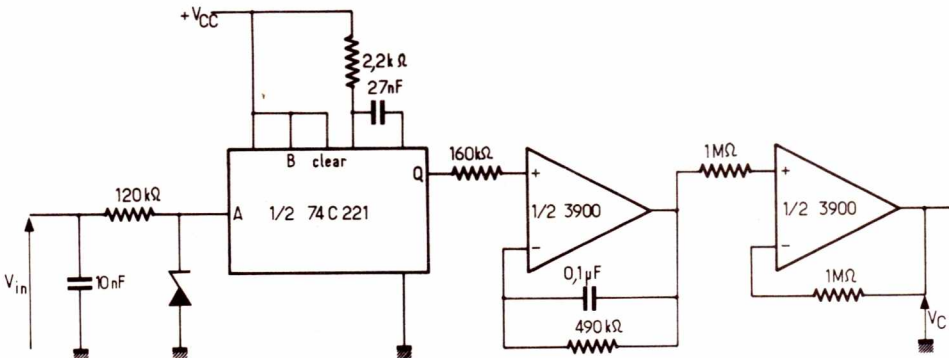

Figure 13 : Capteur de vitesse de rotation
1) CAPTEUR DE VITESSE DE ROTATION OU DE FREQUENCE (figure 13)
Ce capteur a eu comme première utilisation la mesure de la vitesse de rotation d'un moteur sur une automobile, mais il peut être utilisé pour obtenir une information sur le nombre de tours de roue, donc sur la vitesse du véhicule, monté avec un anémomètre il peut prévenir en cas de dépassement d'une certaine force du vent. Son schéma est donné figure 13.